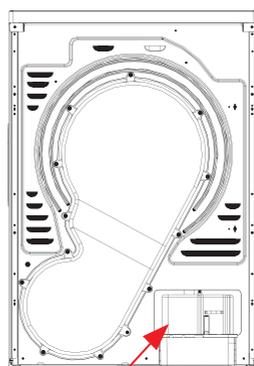

рис.2
2. Извлеките прокладки. Можно аккуратно наклонить корпус стиральной машины, чтобы все четыре резиновые прокладки, расположенные под болтами, выпали из своих посадочных мест (Рис. 2).
2. Наклоните сушильную машину к стене (Рис. 2). В целях безопасности и устойчивости конструкции один человек должен придерживать устройство во время проведения работ по установке. Извлеките жгут проводов из-под
1. Снимите крышку отсека сливного клапана. Открутите винт и снимите защитную крышку, обозначенную стрелкой на рис.2.